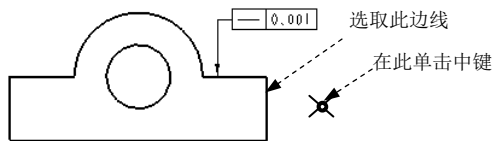

图 5.6.10 定义公差参照 (二)
Step3. 定义公差参照。在“参考”区域的 **类型** 下拉列表选取 **曲面** 选项,单击 **选择图元...** 按钮,选取图 5.6.10 所示的曲面为公差参照。
- (1) 在对话框中 **放置** 区域的 **类型** 下拉列表选取 **法向引线** 选项,在弹出的 **LEADER TYPE (引线类型)** 菜单中选择 **Arrow Head (箭头)** 命令。
- (2) 在系统 **选择多边,尺寸界线,基准点,多个轴线,曲线,顶点 或截面图元** 的提示下,选取图 5.6.10 所示面的边线为放置位置参照。
(3) 在图 5.6.10 所示的位置单击中键，放置“平面度”公差符号。